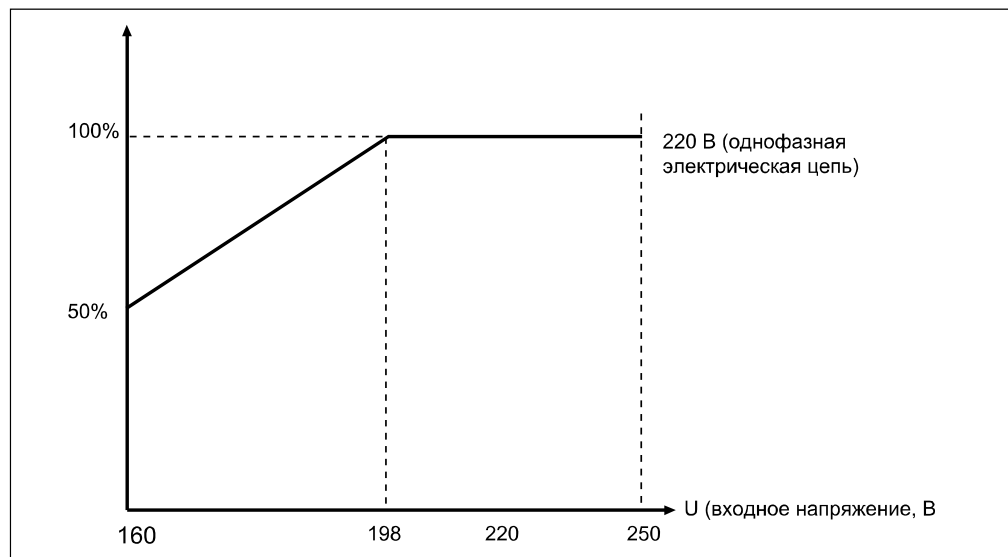

Рисунок 1
1. Перед началом работы убедитесь в том, что напряжение электрической сети находится в пределах диапазона входного напряжения, допустимого для данного устройства. Присоедините провод заземления к разъему заземления (6).
4. Если сетевое напряжение ниже 198 В (регулятор напряжения трехфазного тока воспринимает фазное напряжение в качестве опорного напряжения), то см. рис.1: используйте его посредством снижения мощности в соответствии с кривой выходной мощности.
6. Если регулятор напряжения должен быть выключен, то сначала необходимо выключить присоединенное к нему оборудование с помощью выключателя питания оборудования, а затем выключить регулятор напряжения с помощью “Размыкатель цепи” (1). Не используйте выключатель питания регулятора в качестве выключателя оборудования.